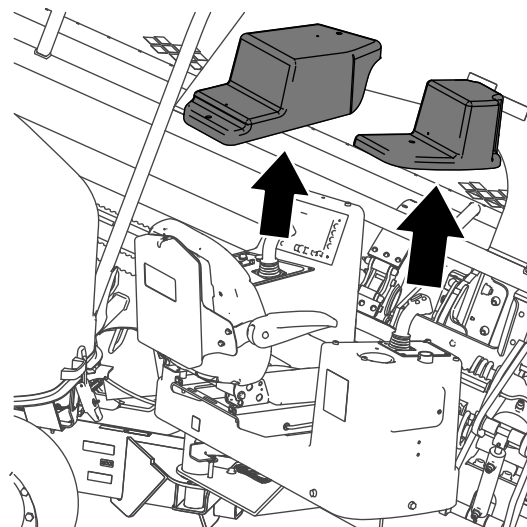

**Bild 40**
3. Entfernen Sie die vier Schrauben, mit denen die Abdeckungen über den Bedienfeldern befestigt sind, und nehmen Sie die Abdeckungen ab (Bild 40).